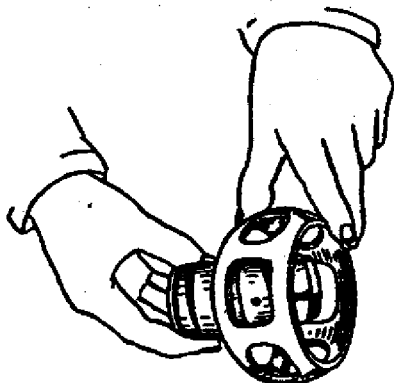

Fig. 3-80. Separação do aro interno e gaiola.
14. Remover o aro interno da gaiola, posicionando uma das saliências do aro no alojamento alargado da gaiola (fig. 3-80) e, a seguir, deslocar o aro em direção à borda reta do alojamento.